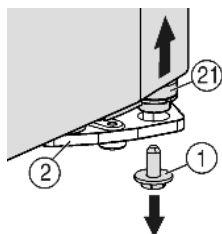
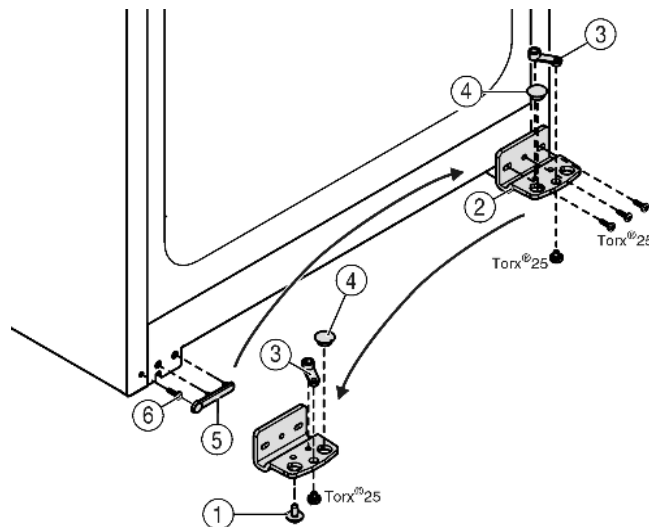

Fig. 4
Fig. 5
- ▶ Rechts onder aan de lagerbus de borgschroef *Fig. 4 (1)* uitdraaien.
- ▷ De lagerbout *Fig. 4 (21)* komt uit de lagerbus *Fig. 5 (2)* los.
- ▶ Indien de lagerbout *Fig. 4 (21)* niet kan worden losgedraaid, de bout van onderaf naar buiten drukken.
- ▶ Lagerbus *Fig. 5 (2)* losschroeven.
- ▶ Lagerdeel *Fig. 5 (3)* losschroeven en in het tegenoverliggende opnamegat van de lagerbus omzetten en weer vastschroeven.
- ▶ Stop *Fig. 5 (4)* uit de lagerbus verwijderen en in de tegenoverliggende opening van de lagerbus omzetten.
- ▶ Afdekking *Fig. 5 (5)* aan kant van de greep voorzichtig wegnemen.
- ▶ Schroef *Fig. 5 (6)* uitdraaien en aan de andere kant weer indraaien.
- ▶ Afdekking *Fig. 5 (5)* weer terugplaatsen.
- ▶ Lagerbus *Fig. 5 (2)* aan de nieuwe scharnierzijde evt. met behulp van een accuschroevendraaier weer **goed (met 4 Nm)** vastschroeven.
- ▶ Borgschroef Fig. 4 (1) onder in de lagerbout draaien en vastschroeven (met 4 Nm).